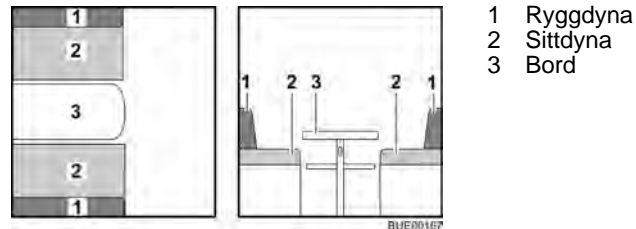

Bild 81 Före ombyggnaden
- Bygg om bordet (Bild 81,3) till sängbotten (se avsnitt 6.11).